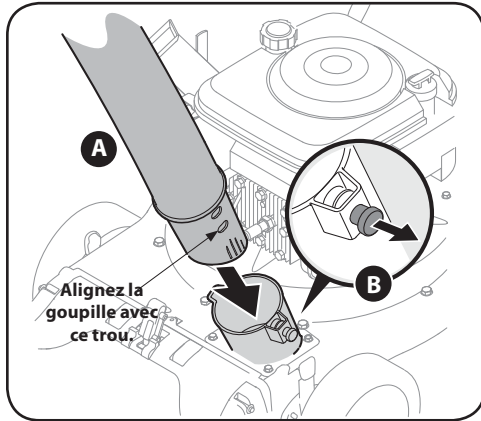

Figure 2-4
1. Glissez le raccord du boyau dans l'adaptateur situé à l'avant gauche de l'appareil. Voir (A) à la Figure 2-4.
2. Tirez la goupille à ressort de la base et alignez-la avec le premier trou (le plus proche de l'extrémité du boyau) du raccord. Voir (B) à la Figure 2-4.